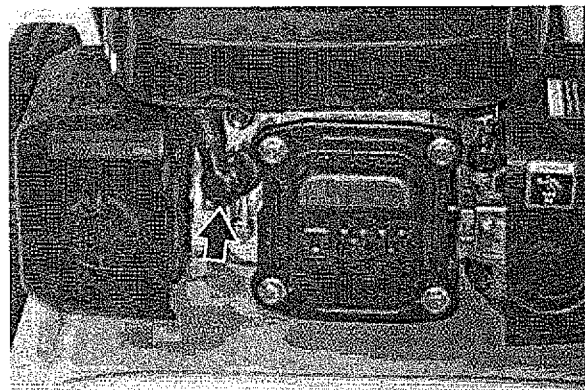

Figura 63 – Extracción del capuchón de la bujía de encendido, WP2500 y WP2800
3. Retire el capuchón de la bujía de encendido tirando firmemente de la manija plástica del capuchón de la bujía, alejándolo directamente del motor (Ver Figura 63).